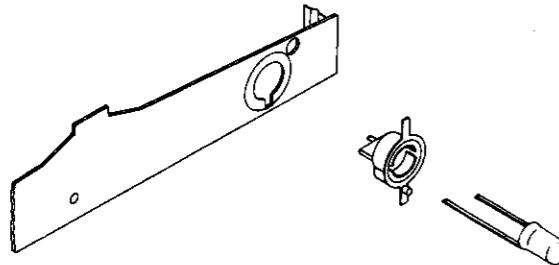

Fig. 2
- 2.5 Suivant la fig. 2, introduire la nouvelle diode LED dans la douille à fiche et remonter le cadran, le recouvrement et les boutons contrôle en sens invers.
- 2.5 Segun la fig. 2, introducir el nuevo diodo LED en el manguito de enchufe y remontar dial, recubierta y botones de control en el orden inverso.